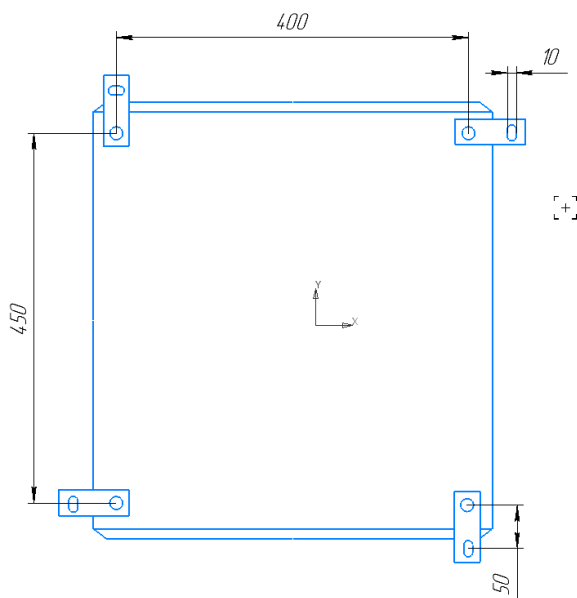

Рис. 2.2.1 – Установка на стену
Указания по монтажу на стену. Закрепить кронштейны при помощи болтов к корпусу шкафа. Разметить крепежные отверстия на стене согласно Рис.2.2.1 и установить шкаф при помощи соответствующего крепежа. (Крепеж к стене в комплект не входит).
2. Подключите нуль модемным кабелем (RS-232) (Рис. 2.2.1.1) порт «Console» изделия и COM порт компьютера. Если в компьютере отсутствует требуемый разъем, используйте переходник USB –DB9.
5. Установите тип соединения «**Serial**», скорость подключения **115200**, ранее определенный COM порт. Откройте соединение «**Open**». (Рис. 2.2.1.3).